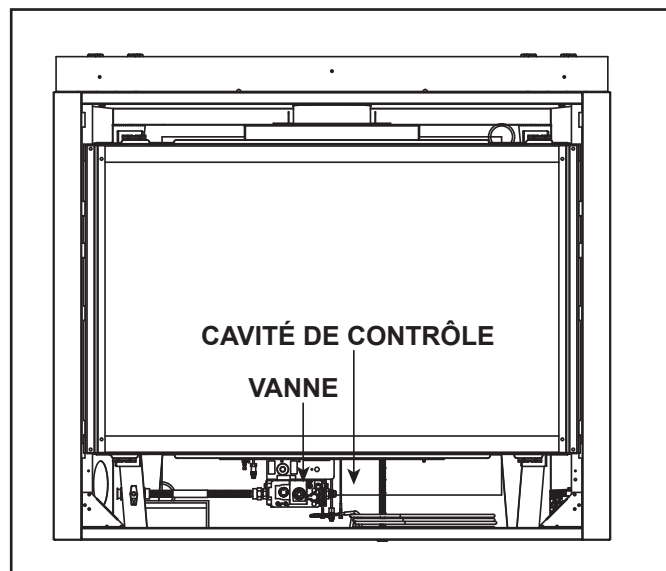

Figure 3.5 Logement des commandes – Appareil générique illustré
Les modèles QUARTZ32 et QUARTZ36 possèdent un taux de combustion variable commandé par le bouton HI/LO (ÉLEVÉ/ FAIBLE) sur la vanne de gaz. La hauteur des flammes est donc ajustable. La figure 3.5 présente le bouton HI/LO. Il se trouve dans le logement des commandes du foyer. Le bouton HI/LO peut être ajusté selon vos besoins en tournant dans le sens antihoraire vers la position HIGH (ÉLEVÉ) et dans le sens horaire vers la position LO (FAIBLE).
Le système d'allumage à veilleuse intermittente IntelliFire est livré avec un système de secours à pile qui permet d'utiliser le système pendant une panne de courant. Un bloc-piles installé en usine se trouve dans le logement des commandes du foyer. Voir la figure 3.5. Ne pas mettre de piles dans le bloc-piles pendant l'utilisation de l'alimentation électrique pour faire fonctionner le foyer. Retirer les piles du bac à pile lorsque l'alimentation est restaurée.
1. Accéder au logement des commandes du foyer. Voir la figure 3.5 pour connaître l'emplacement. La façade décorative ou la porte pourrait devoir être retirée.
2. Trouver le bac à piles et insérer deux piles D. La polarité des piles doit être correcte pour éviter d'endommager le module. Voir la figure 3.5. Un schéma complet du câblage se trouve dans la rubrique Électricité du manuel d'installation du foyer.